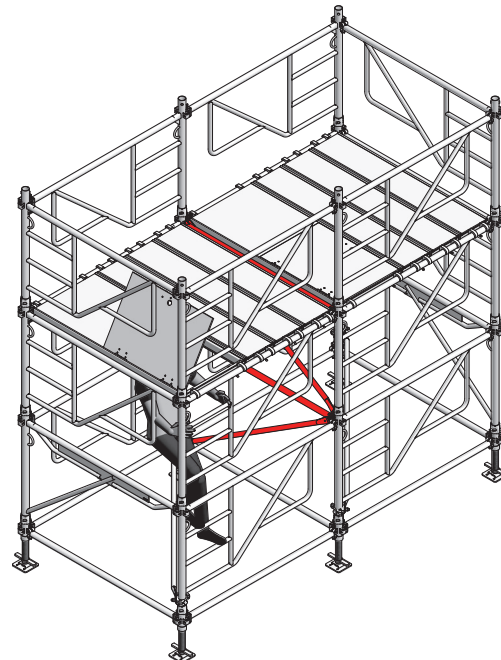

Abb. 19.2
20. Zur Ebene 2 aufsteigen (Abb. 19.2).